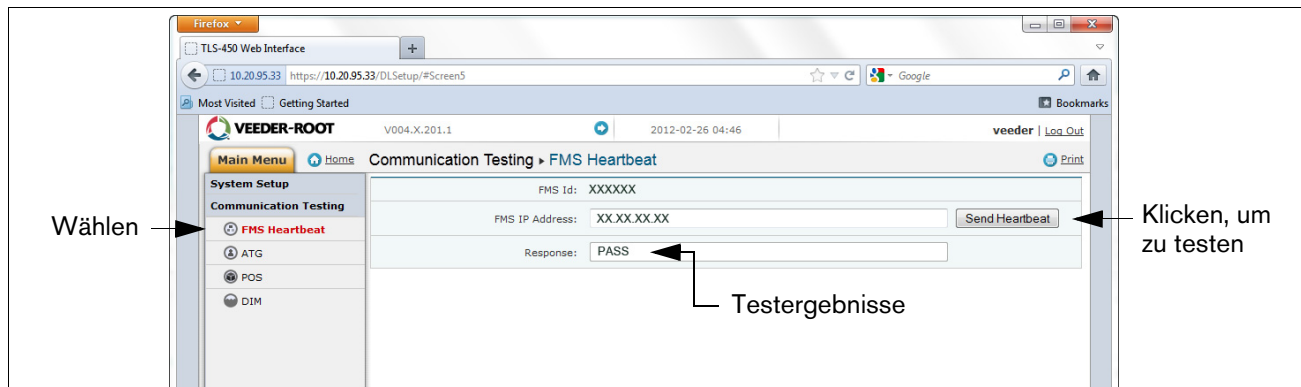

Abbildung A-18. FMS-Herzschlag-Bildschirm
19. Der Datenlogger sollte jetzt so konfiguriert sein, dass er Vorrats- und Transaktionsdaten erfasst, die vom FMS regelmäßig abgerufen werden. Zur Prüfung der Konnektivität mit FMS schließen Sie den Datenlogger erneut an das Netzwerk oder Mobilfunkmodem an. Gehen Sie zum Testbildschirm für die Kommunikation "DLSetup", klicken Sie auf "FMS Heartbeat" und anschließend auf die Schaltfläche "Send Heartbeat" (siehe Abbildung A-18.). Warten Sie bis der Antworttext PASS oder FAIL angezeigt. PASS bestätigt, dass der Datenlogger erfolgreich mit FMS kommuniziert. FAIL bedeutet, dass die Verbindung fehlgeschlagen ist und Sie FMS oder den Netzwerkadministrator kontaktieren müssen, um Unterstützung zu erhalten.